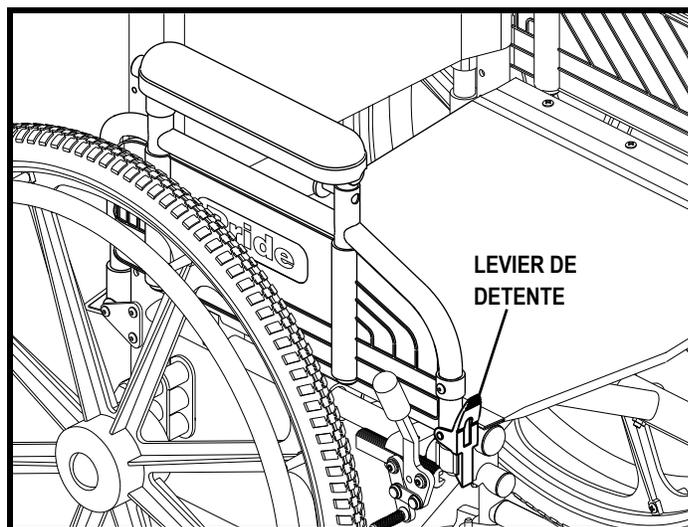

Figure 21. Accoudoirs relevables
1. Comprimez le loquet pour débloquer l'accoudoir. Voir la figure 21.